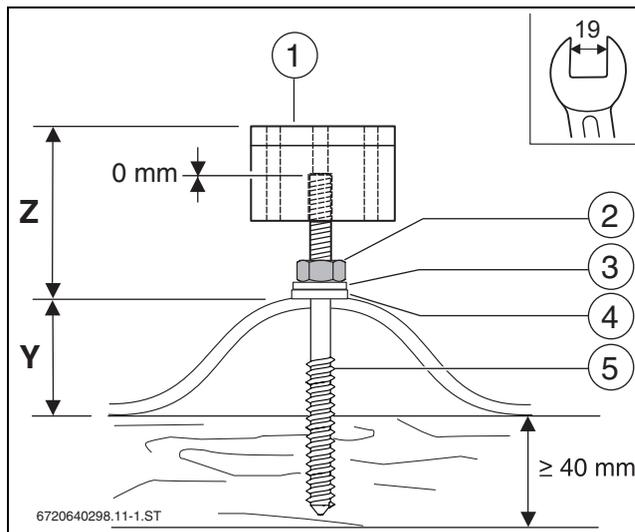

Fig. 29 Vite prigioniera montata con blocco di fissaggio
- ▶ Avvitare la vite prigioniera premontata con la chiave per bulloni SW19 finché non viene raggiunta la misura Z (→ tab. 13) (→ fig. 29).
- ▶ Serrare il dado (→ fig. 29 [2]) finché la rondella di tenuta non poggia completamente sulla lastra ondulata.